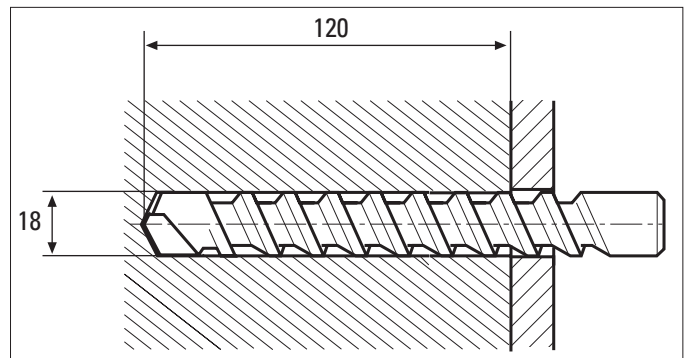

Bild 6
- ⇒ Hauptbohrungen $\varnothing$ 18 mm und 120 mm tief bohren (Bild 6).